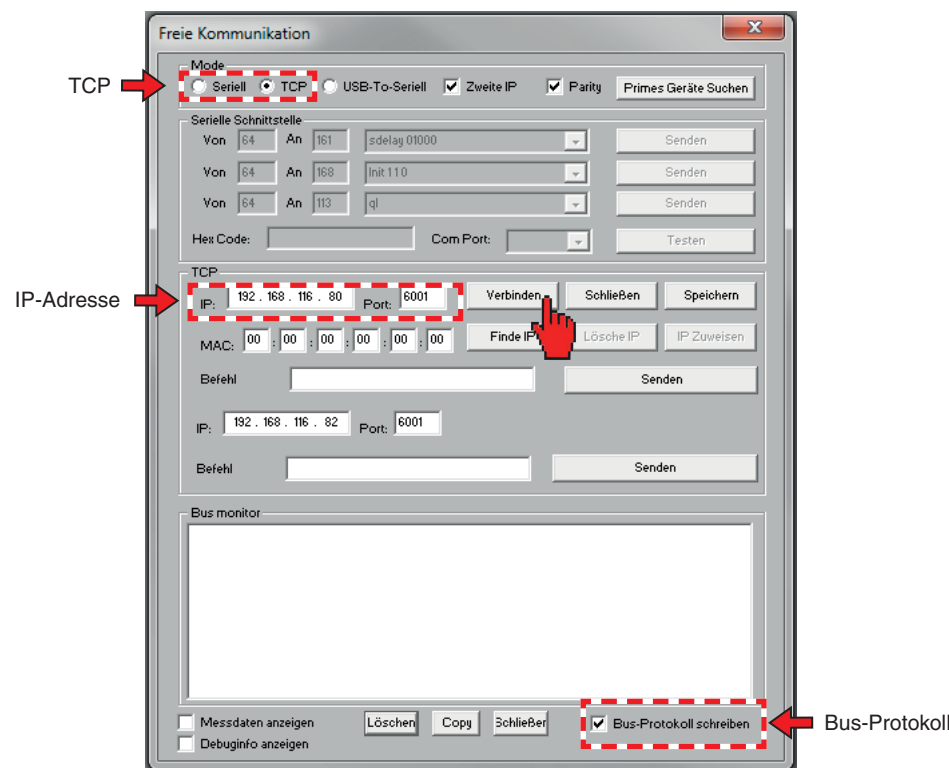

Abb. 21.14: Dialogfenster **Freie Kommunikation**
3. Wählen Sie den Mode **TCP** aus (siehe Abb. 21.14), aktivieren Sie **Bus-Protokoll schreiben** (rechte untere Ecke) und geben Sie die IP-Adresse ein (Standardadresse ist 192.168.116.80, bitte prüfen Sie